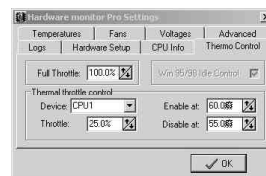

图 10
7. Thermo Control 板块: 这个板块的功能和某些 BIOS 中的降温保护功能相似(图 10)，当温度超过指定值时就降低 CPU 的工作频率，甚至停止运行